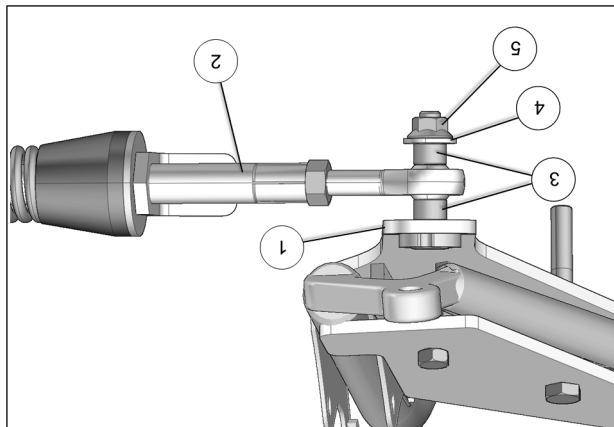

Fig. 20
8. Fixer le bras stabilisateur (2) à l'ancrage de suspension (A1) à l'aide des deux coussinets coniques (A5), du boulon (A3) et de l'érou autobloquant (A6). Serrer à un couple de 70 N•m [52 lb•pi]. Voir la Fig. 20